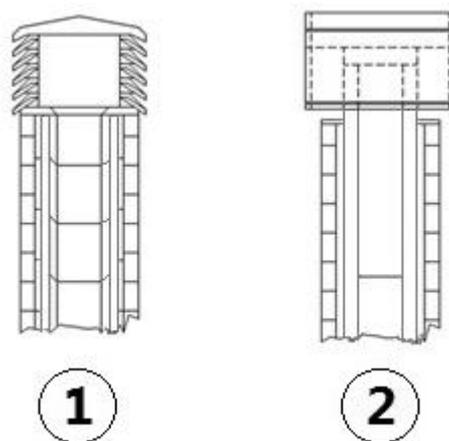

Fig. 4 - Comignoli antivento
- Si consiglia un comignolo di tipo antivento, vedi **Fig. 4**.
- Canna fumaria esterna realizzata esclusivamente con tubi inox isolati cioè con doppia parete minimo Ø100/120 mm: il tutto ben ancorato al muro. Con comignolo antivento (vedi **Fig. 4**).